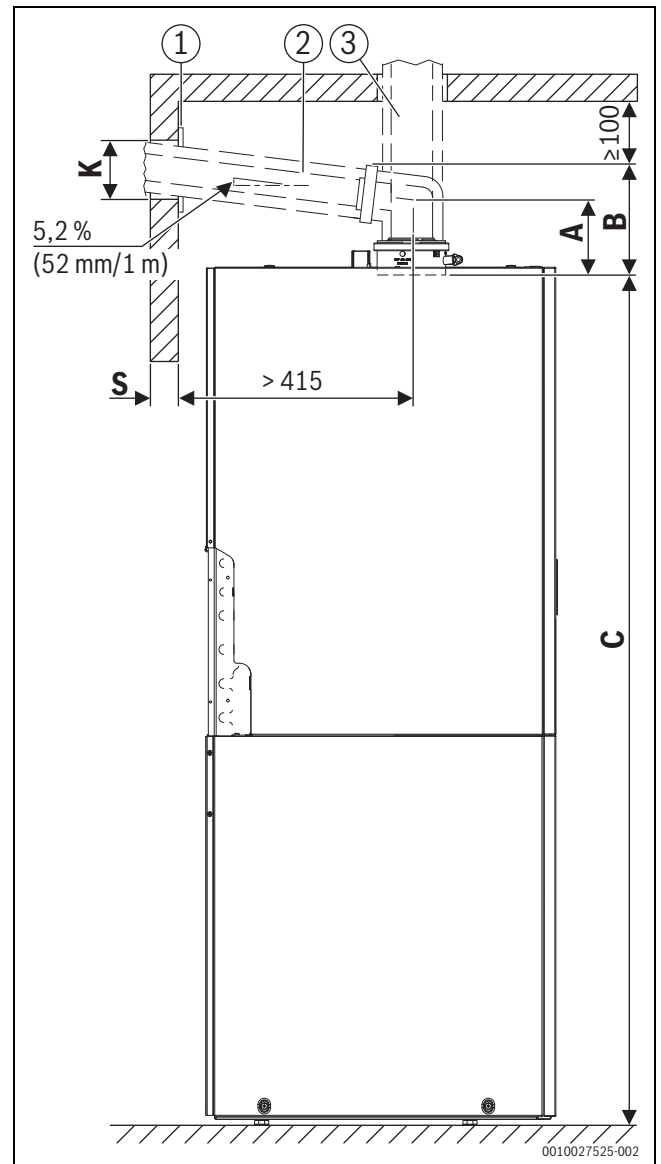

Рис. 12 Вид слева (размеры указаны в миллиметрах)
- Если необходимо, добавить размер защитной планки (→ рис. 12, [1]).